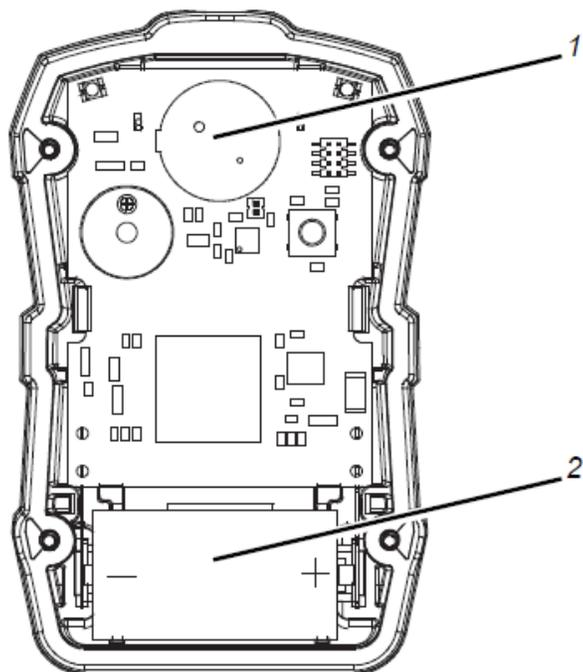

Figura 14 Sostituzione del sensore e della batteria
2. Rimuovere le quattro viti della custodia e rimuovere la custodia anteriore per accedere al sensore (situato nella parte alta del dispositivo, vicino ai LED di allarme → Figura 14).